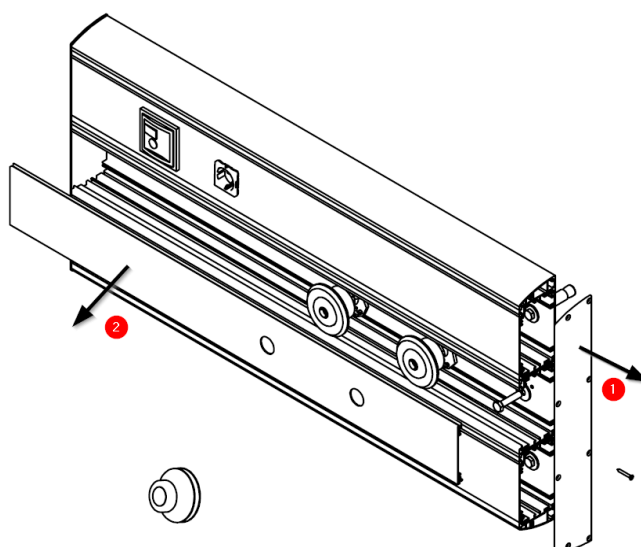

Fig.3 Démontage de la paroi latérale
Dans le cas où l'appareil a été commandé avec des embouts en PVC, au moins un embout (1) doit être enlevé avant de retirer le couvercle du circuit de gaz (2) (voir Fig. 3).